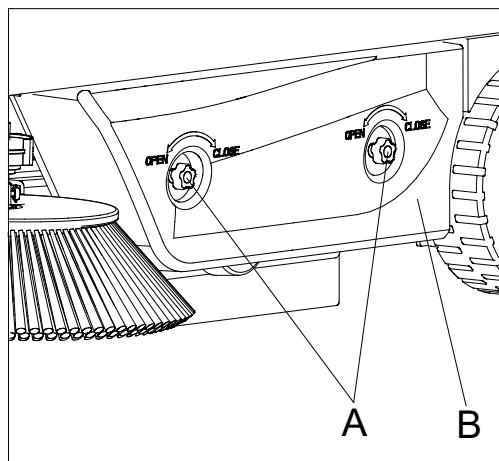

Figure 20
3. Dévisser les deux écrous du bouton (A, figure 20) et retirer le couvercle gauche (B, figure 20).
11. Installer le couvercle gauche (B, figure 20) et serrer les deux écrous du bouton (A, figure 20).